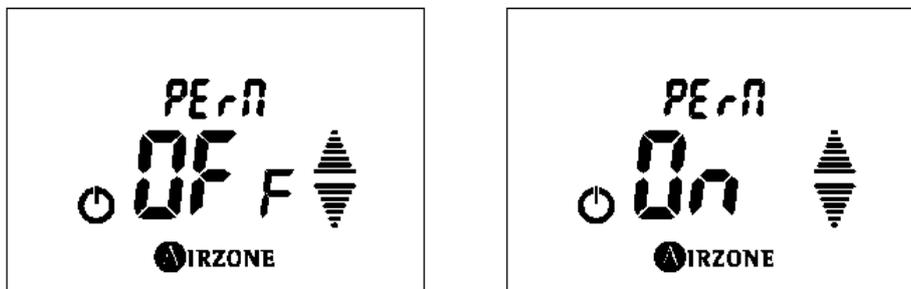

Fig. 88
- **Apertura del canal de asociación radio PERI:** Esta opción permite abrir el canal de asociación radio del sistema para la conexión de elementos radio Airzone. Por defecto el canal está cerrado OFF. Para abrir el canal de asociación pulse , el valor del menú se pondrá a parpadear, esto indica que estamos dentro del menú. Seleccione mediante las flechas la opción On si desea abrir el canal de asociación y pulse para confirmar. Si desea salir del menú pulse para volver al menú anterior. (Fig. 88)